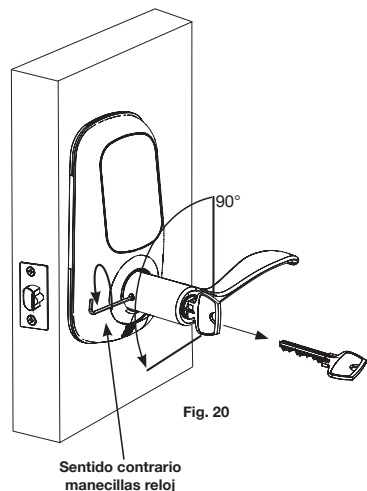

Fig. 20
15. Asegure la manija haciendo girar, en sentido contrario a las manecillas del reloj, el tornillo con la llave allen/hexagonal (Fig. 20) hasta fijar la manija con el cuello. **No ajuste demasiado.**
16. Gire la llave 90° en sentido contrario a las manecillas del reloj, hasta llevarla a una posición horizontal con relación a la palanca (Fig. 20)